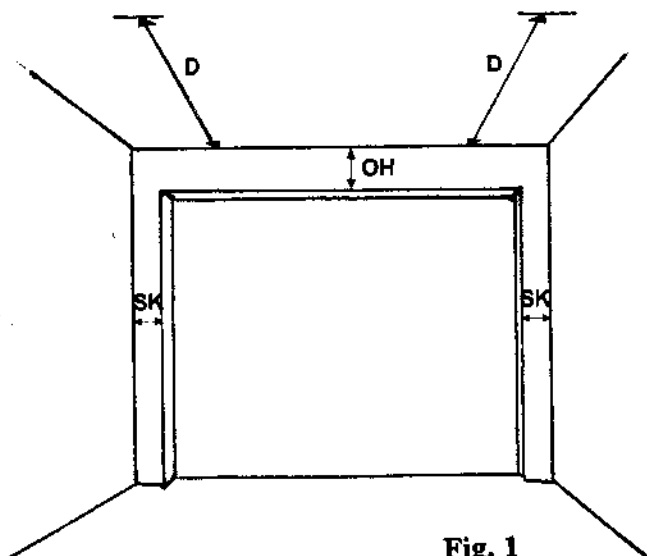

Fig. 1
**NB.** Ved bruk av portåpner trengs 5 cm ekstra overhøyde (OH) uansett hvilke beslag som brukes! Total lengde på standard portåpner er 315 cm.
Dybden (D) i garasjen må være min. portens høyde pluss 46 cm. Se fig 1. Det kreves ekstra dybde ved bruk av portåpner.